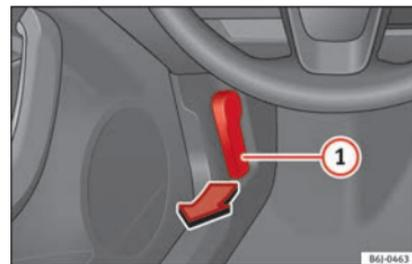

Fig. 6 Vedasi ubicazione a pag. 7-8
- Apertura del cofano del vano motore: tirare la leva posta al di sotto del cruscotto » **fig. 6** (1).